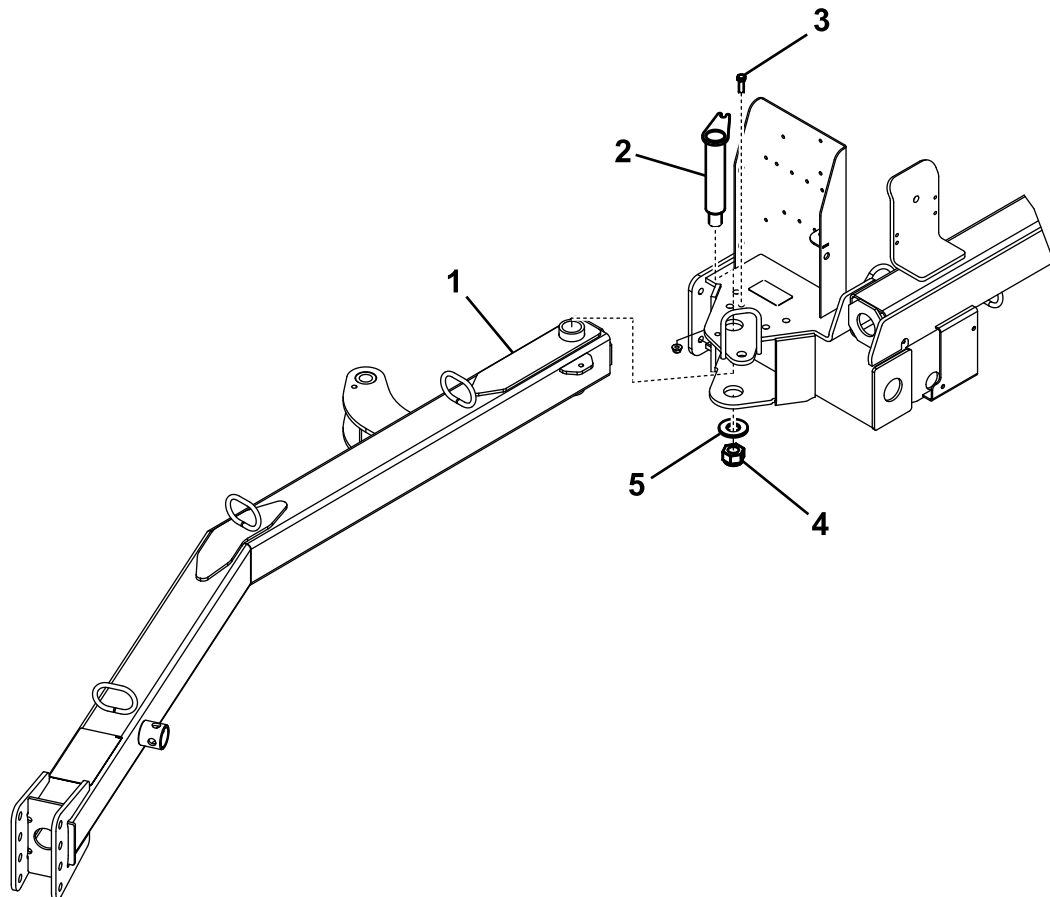

図 3
1. ヒッチトングの後端部をマシンの取り付けプレートの中に入れ、取り付け穴を整列させる図 図 3。
2. 取り付けプレートとヒッチトングにヒッチピンを通す図 3。
3. 図 3のように、ヒッチピンの上部を取り付けプレートに固定するボルト $\frac{3}{8}$  x 1 $\frac{1}{4}$ "とロックナット $\frac{3}{8}$ "を使用する。
4. ヒッチピンの下部を固定する大きいワッシャ、大きいナット、角頭の固定ねじを使う図 3。